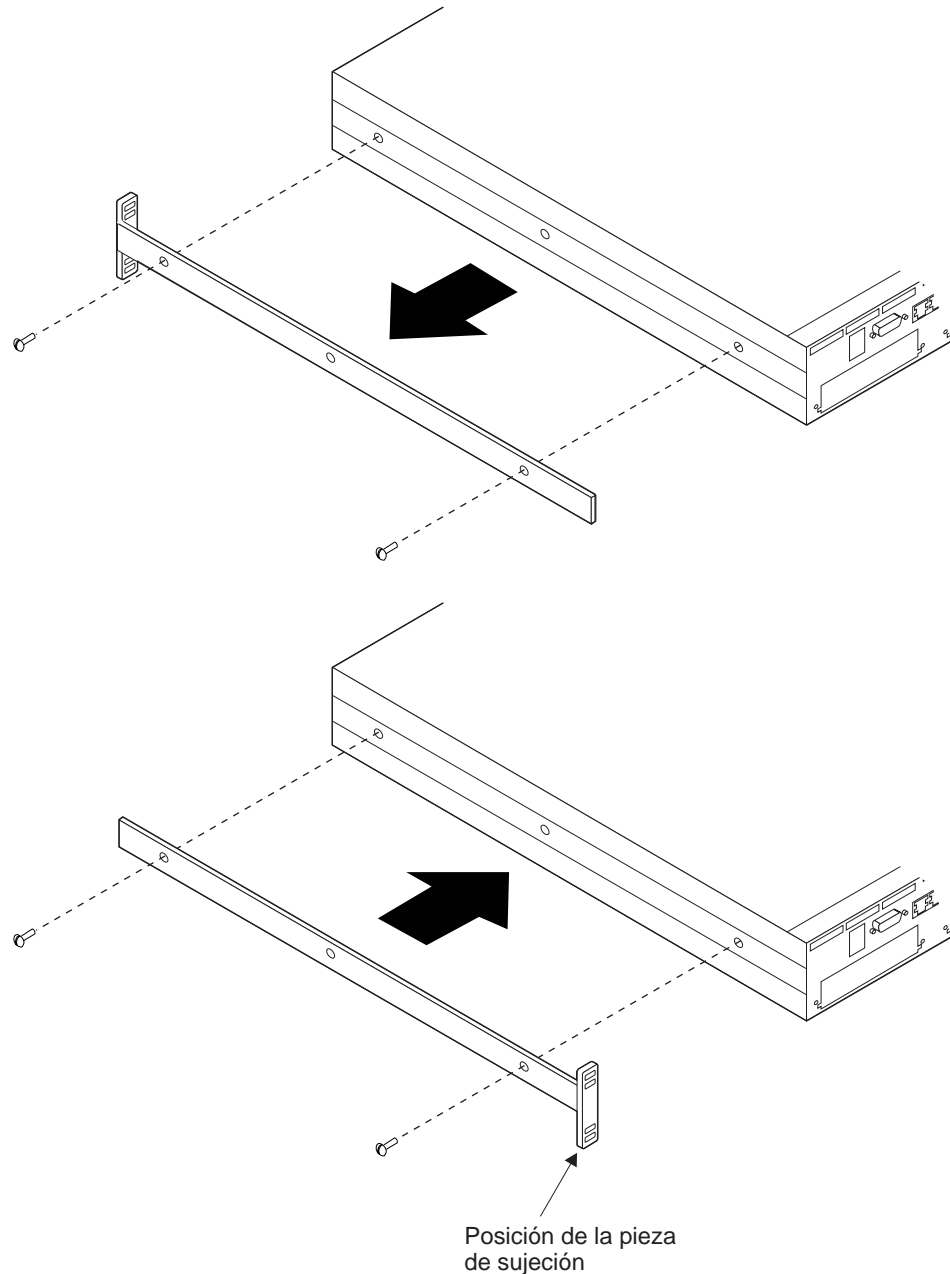

Figura 2-1. Giro de las piezas de sujeción del montaje en bastidor
1. Con la ayuda de un destornillador Phillips, extraiga los cuatro tornillos, dos en cada lado, que sujetan las piezas de montaje a ambos lados del concentrador 8239, como se muestra en la Figura 2-1.